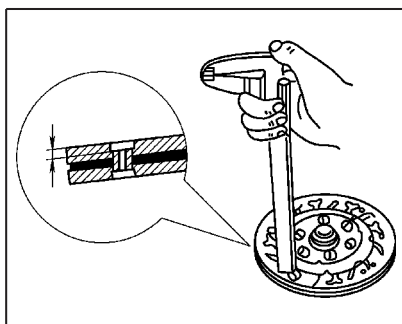

图 2-34 从动盘摩擦片磨损的检查
1) 用深度游标卡尺测量铆钉头的深度，如图 2-34 所示。摩擦片工作面与铆钉头深度极限为 0.30mm，磨损极限为 0.50mm。